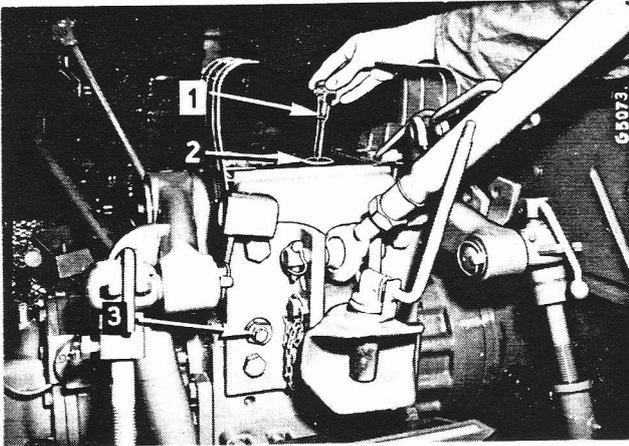

Figure 90 - 1. Jauge de niveau d'huile -
Retirez le filtre du reniflard avec la jauge (1, fig. 90) et nettoyez celle-ci. Introduisez la jauge à fond sans la visser.
Refaites le plein du système hydraulique comme indiqué sous la fig. 90 et purgez le système. Reportez-vous à " purge du système hydraulique " dans ce chapitre.
Abaissez complètement les bras de relevage et le chargeur frontal. Retirez le bouchon de vidange (3), la jauge (1, fig. 90). Videz l'huile dans un récipient à l'aide d'un tuyau.
Versez de l'huile hydraulique jusqu'à l'orifice du tuyau de remplissage (2, fig. 90).